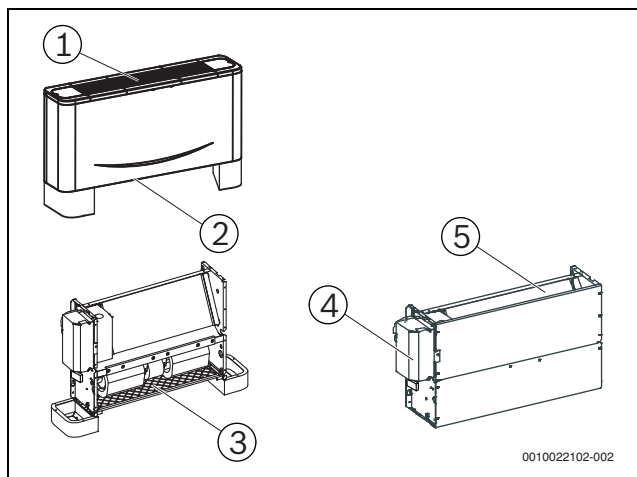

Рис. 5
3. Чтобы выбрать место монтажа кондиционера, определите направление воздушного потока, исходя из формы помещения (→ рис. 5 для схематического изображения направления воздушного потока).